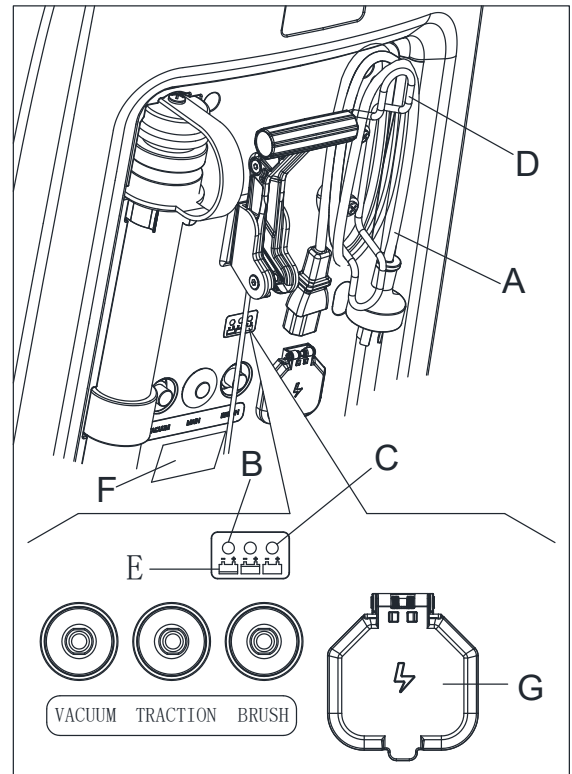

Рисунок 15
- Подключите кабель зарядного устройства (А, Рисунок 15) к сети электропитания (G) (электрическое напряжение и частота должны быть совместимы со значениями зарядного устройства, указанными на табличке с серийным номером машины (F) Когда зарядное устройство подключено к сети электропитания, все функции машины автоматически выключаются. Если красный предупредительный световой сигнал (B) на панели управления зарядного устройства горит, зарядное устройство заряжает батареи.
- Когда включается зеленый предупредительный световой сигнал (C), зарядка батарей завершена.
- Когда зарядка батарей завершена, отсоедините кабель зарядного устройства (А) от сети электропитания (G) и замотайте его вокруг корпуса (D).
Для получения дополнительной информации о работе зарядного устройства (Е, Рисунок 15), смотрите соответствующее Руководство.